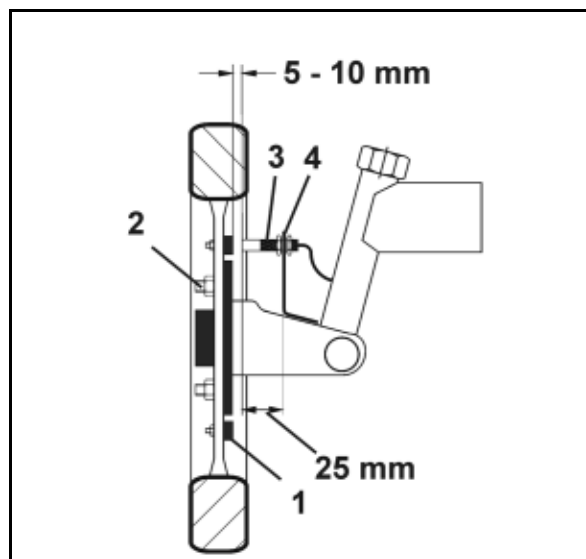

Fig. 74
1. Fordel magnetene (Fig. 74/1) jevnt på en hullsirkel i hjultallerkenen på traktorens forhjul.
2. Monter magnetene (Fig. 74/1) med skruer (Fig. 74/2) som ikke er magnetiske (messingskruer eller V4A-skruer).
4. Monter sensoren (Fig. 74/3) med universalbrakett (Fig. 74/4) på hjulspindelen til forhjulet - bak akselen i forhold til fartsretningen.